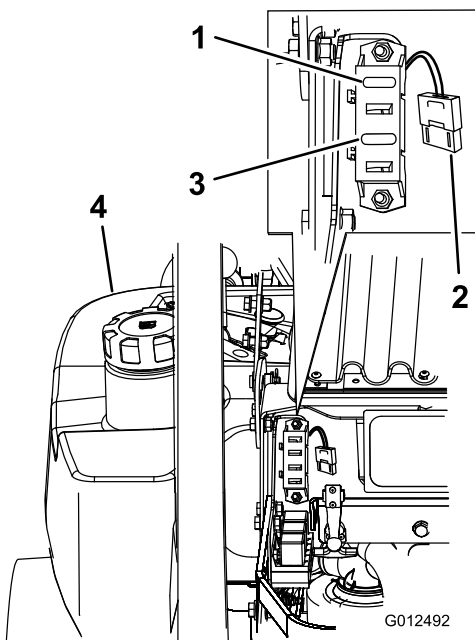

Figura 72
1. Desenganche el capó del motor y levántelo para tener acceso al portafusibles (Figura 72).
3. Instale un fusible nuevo (Figura 72).